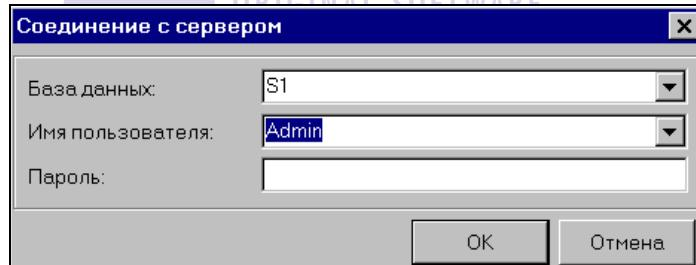

Рис. 349
*Соединение с сервером...* (см. Рис. 349) - эта команда выводит на экран окно *Соединение с сервером*. В случае многопользовательского режима работы, для продолжения работы с приложением SH в этом окне может зарегистрироваться другой пользователь, не закрывая программу.